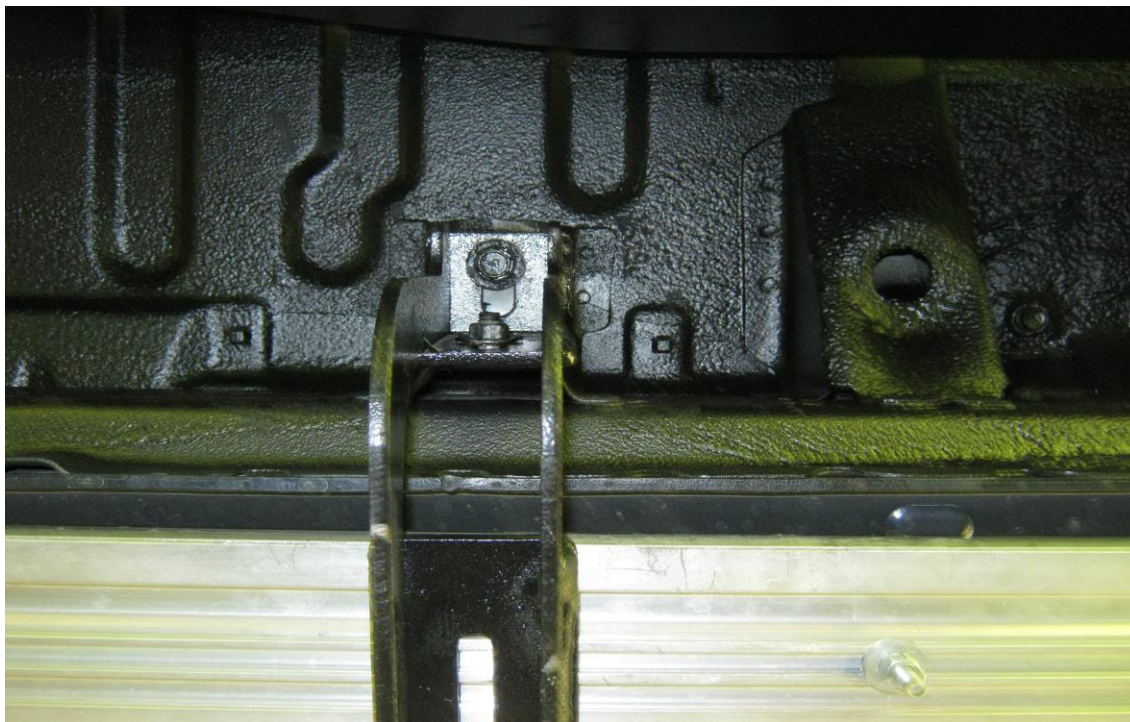

Рис. 1
1. Закрепить нижнюю часть кронштейнов на штатные шпильки, используя гайки М8 и шайбы 8 (Рис. 1).
2. Закрепить верхнюю часть кронштейнов в штатные крепежные отверстия, используя болты М8х25 и шайбы 8. (Рис. 1).